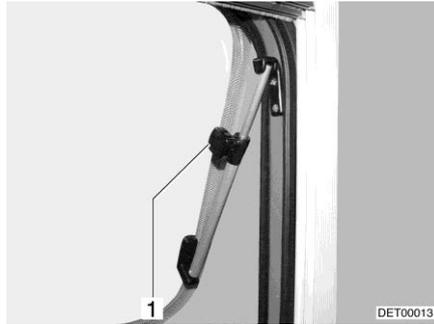

Fig. 70 Claraboya con soportes giratorios, abierta
- Abrir la claraboya hasta la posición deseada y fijarla con el botón moleteado (Fig. 70,1).
- Girar el botón moleteado (Fig. 70,1) hasta que se libere el bloqueo.